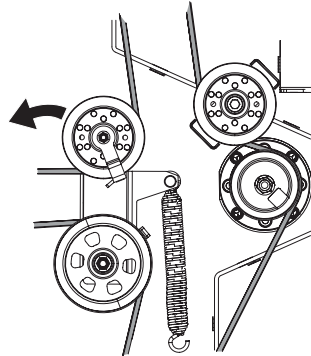

Figure 47
- Tirez le côté droit de la courroie et placez le côté plus étroit en forme de « V » de la courroie de la prise de force dans la poulie de la prise de force (Figure 47).